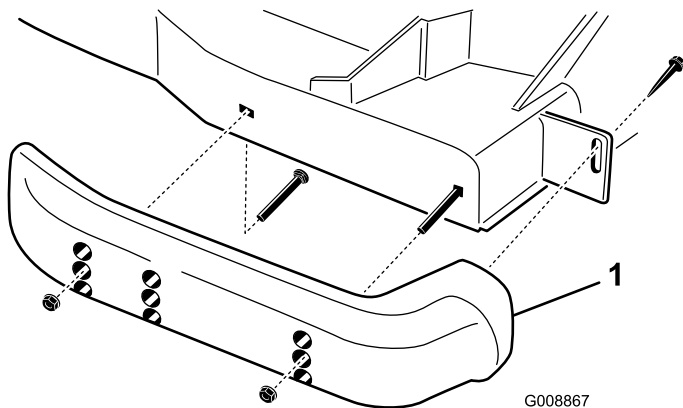

Figura 27
1. Allentate la vite davanti a ciascun pattino (Figura 27).
2. Togliete i bulloni a testa flangiata e i dadi da ciascun pattino (Figura 27).